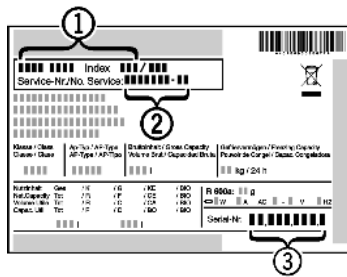

Fig. 7
- ▶ Apparaataanduiding Fig. 7 (1), service-nr. Fig. 7 (2) en serie-nr. Fig. 7 (3) van het typeplaatje. Het typeplaatje bevindt zich aan de linkerkant binnen in het apparaat.
- ▶ Contact opnemen met de Technische Dienst en het probleem, apparaataanduiding Fig. 7 (1), service-nr. Fig. 7 (2) en serie-nr. Fig. 7 (3) mededelen.